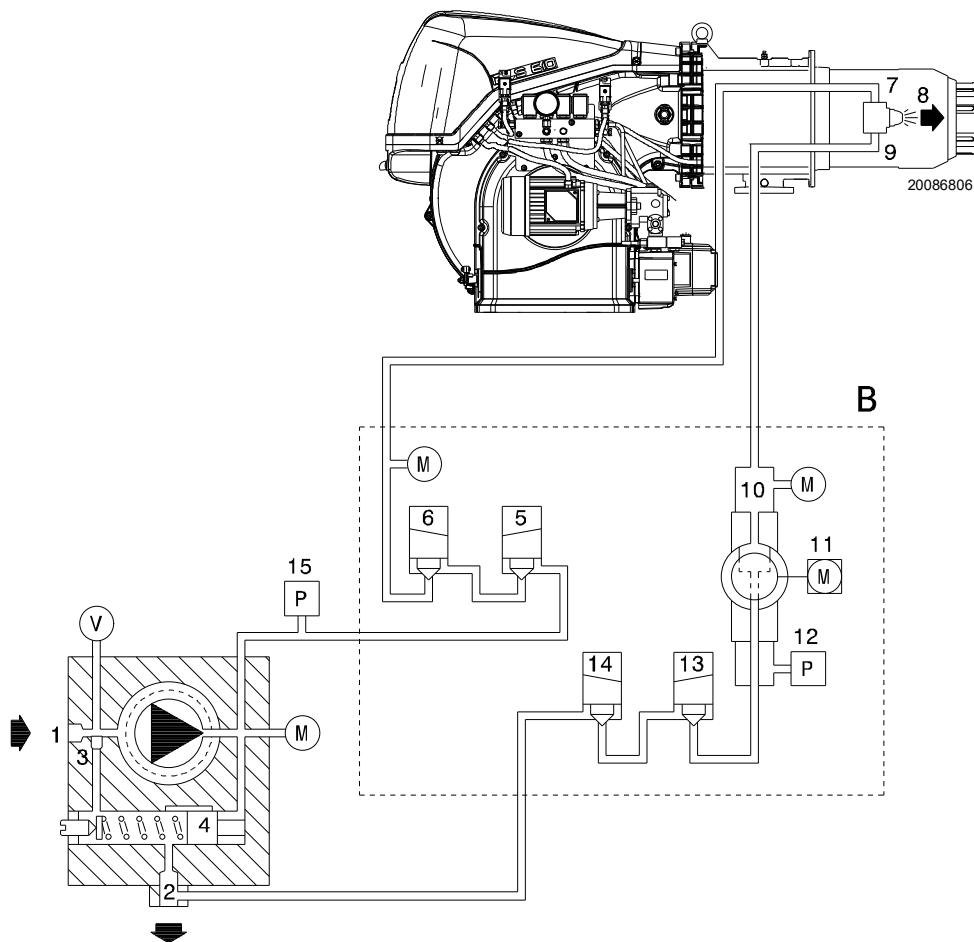

**Fig. 24**
El variador de presión (Fig. 24) permite variar la presión en el retorno de la boquilla en función del caudal requerido.
**Leyenda (Fig. 24)**